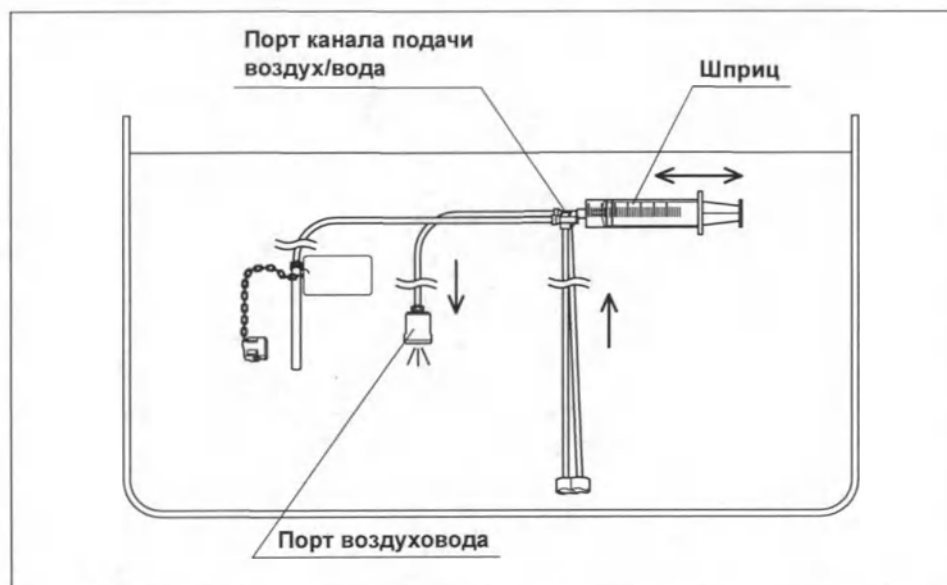

Рисунок 6.18
- 4** Полностью погрузив шприц и инъекционную трубку в воду, медленно оттяните поршень шприца, чтобы заполнить шприц водой. Затем надавите на поршень, чтобы промыть канал подачи воздух/вода инъекционной трубки 30 миллилитрами воды. (См. рис. 6.18)